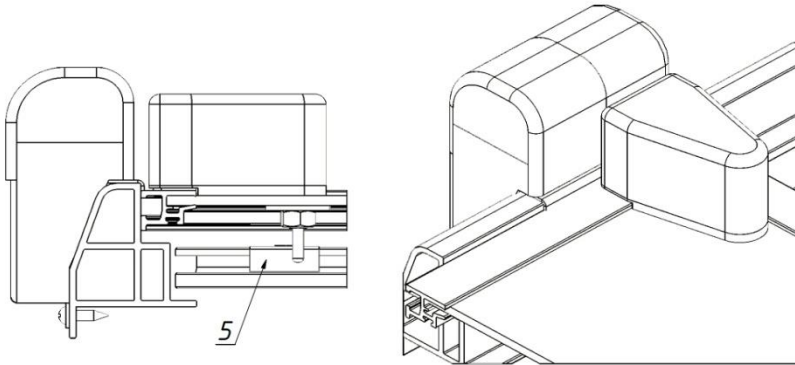

Рис. 10
5. Установить отбойник **5** на пластиковое обрамление нижней двери ларя напротив штока ригеля согласно Рис. 9 и Рис. 10, закрепить отбойник с помощью самореза **11**.
6. Проверить работоспособность установленного замка вместе с ригелем. Установка завершена. (Рис. 10)